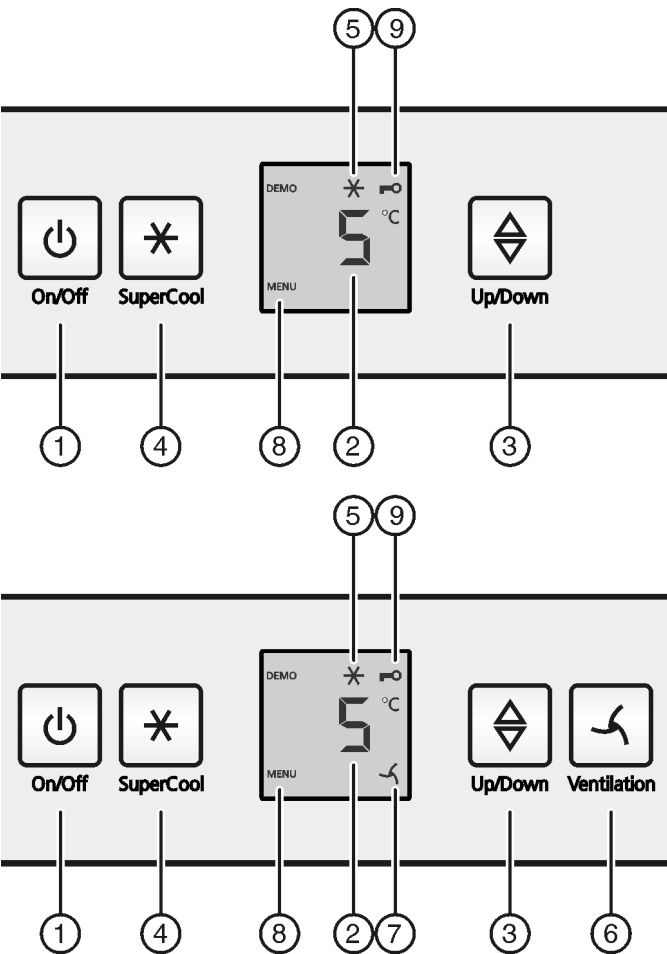

Fig. 2
- ▶ Pulsar tecla On/Off Fig. 2 (1)
- ▶ Pulse la tecla SuperCool Fig. 2 (4) durante aprox. 5 segundos.
- ▷ En el indicador se visualiza el símbolo Menú Fig. 2 (8).
- ▶ Confirme brevemente con la tecla SuperCool Fig. 2 (4).
- ▷ El símbolo de seguridad para niños Fig. 2 (9) se ilumina en el indicador.
- ▶ Pulse brevemente la tecla On/Off Fig. 2 (1).
- ▶ Acceder a la función de temperatura: pulse la tecla de ajuste Fig. 2 (3).
- ▶ Modificar la temperatura en intervalos de 1 °C: pulse la tecla de ajuste Fig. 2 (3) hasta que se ilumine la temperatura deseada en el indicador de temperatura.
- ▶ Pulse brevemente la tecla SuperCool Fig. 2 (4).
- ▷ El símbolo de SuperCool Fig. 2 (5) se ilumina en la pantalla.
- ▷ El símbolo de SuperCool Fig. 2 (5) se apaga en la pantalla.
- ▶ Pulse brevemente la tecla Ventilation Fig. 2 (6).
- ▷ El símbolo de ventilación Fig. 2 (7) se ilumina.
- ▷ El símbolo de ventilación Fig. 2 (7) se apaga.